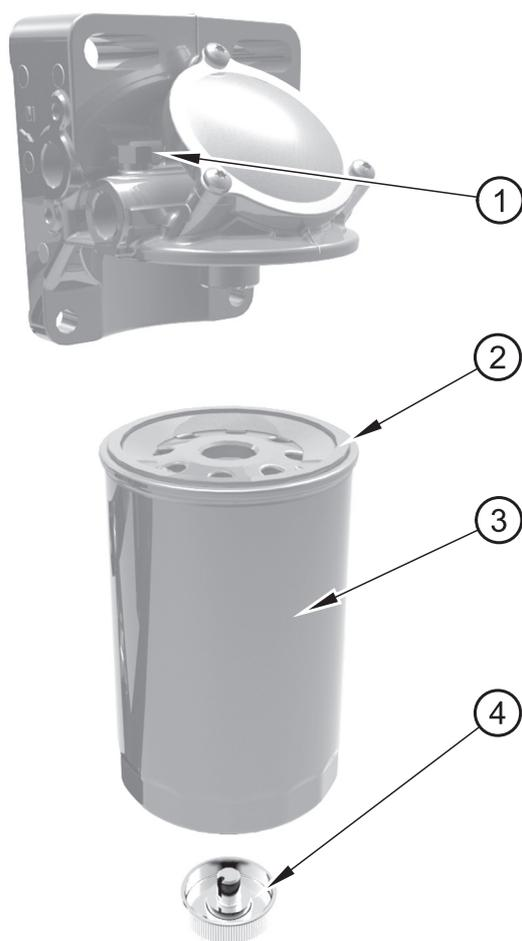

Abbildung 26
3. Legen Sie ein weiches Tuch auf die Entlüftungsschraube am Filter (Abbildung 26, Nummer 1). Öffnen Sie die Entlüftungsschraube, um den Druck abzulassen, der sich im Kraftstoffsystem befinden kann.